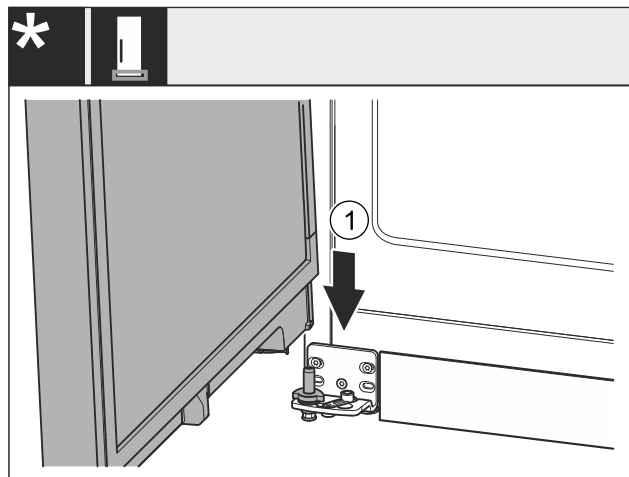

Fig. 44 *
- ▶ Założyć drzwi od góry na dolny trzpień zawiasu Fig. 44 (1).*